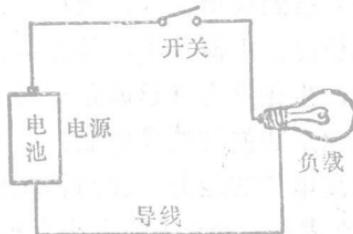

图 1-2 电路的组成
依靠电流的作用。为要产生电流，需要构成电路。最简单的用电电路如图 1-2 所示。从图中可以看到，一个电路主要由电源、负载、导线三部分组成。
4. 电路图：像图 1-2 那样的实物电路图，看起来易懂，但画起来太麻烦，又没有突出电路的本质。例如，我们常用的电烙铁的木柄、烙铁头，与电路没有丝毫关系，电烙铁从本质看，它只是相当于一个电阻。为了突出电路的本质，又为了简便，我们总是用一定的符号来表示电路的各种元件，画出电路图。
应用这个办法画电路图，图 1-2 所示的电路就可用图
1-5表示，其中 $\text{---}\square$ 表示直流电源，相当于图1-2中的电池。 \square 表示电阻，相当于图1-2中的灯泡（即负载）。图中并标出了电势、电压和电流的方向。